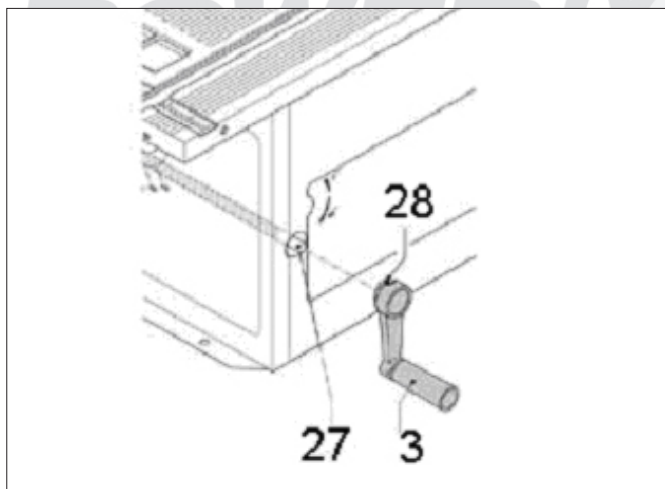

Figur 5
Placer bordrundsaven på stellet, så skruehullerne er ud for hinanden, og skru den fast med skruer, spændeskiver og møtrikker (26) som vist på figur 5.